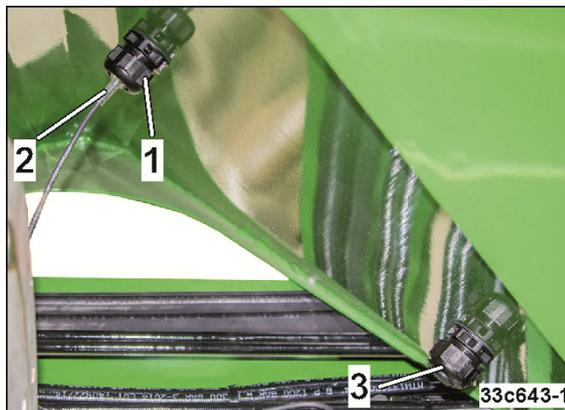

Рис. 147
2. Ослабьте гайку (Рис. 147/1).
3. Выньте датчик уровня (Рис. 147/2) и вставьте его в соответствующее крепление.
5. Затяните гайку (Рис. 147/1).
Чтобы закрыть освободившееся отверстие, установите и закрепите в креплении заглушку (Рис. 147/3).